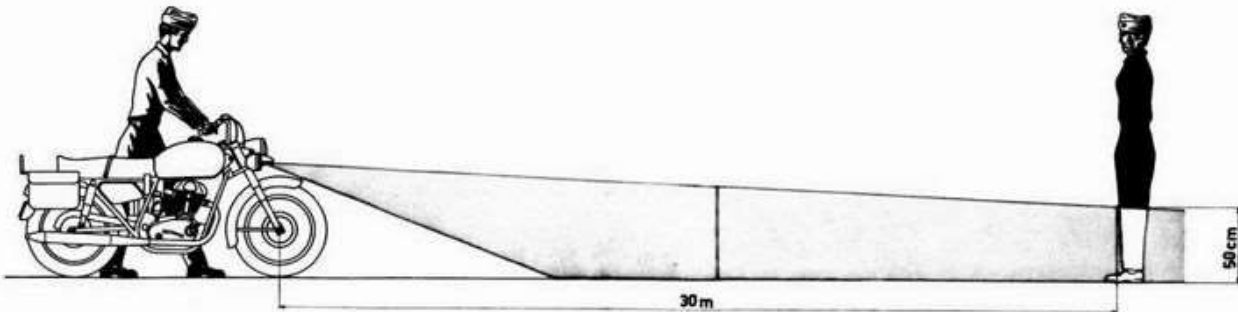

Fig. 31
- Tarnscheinwerfer-Neigung laut Fig. 31 derart einstellen, dass bei einer Entfernung von 30 m die obere Lichtgrenze nicht höher als 50 cm über die Fahrbahn zu liegen kommt.
- Régler l'inclinaison du phare d'obscurcissement selon fig. 31 de manière qu'à une distance de 30 m, la limite supérieure de la zone éclairée ne dépasse pas une hauteur de 50 cm au dessus du sol.